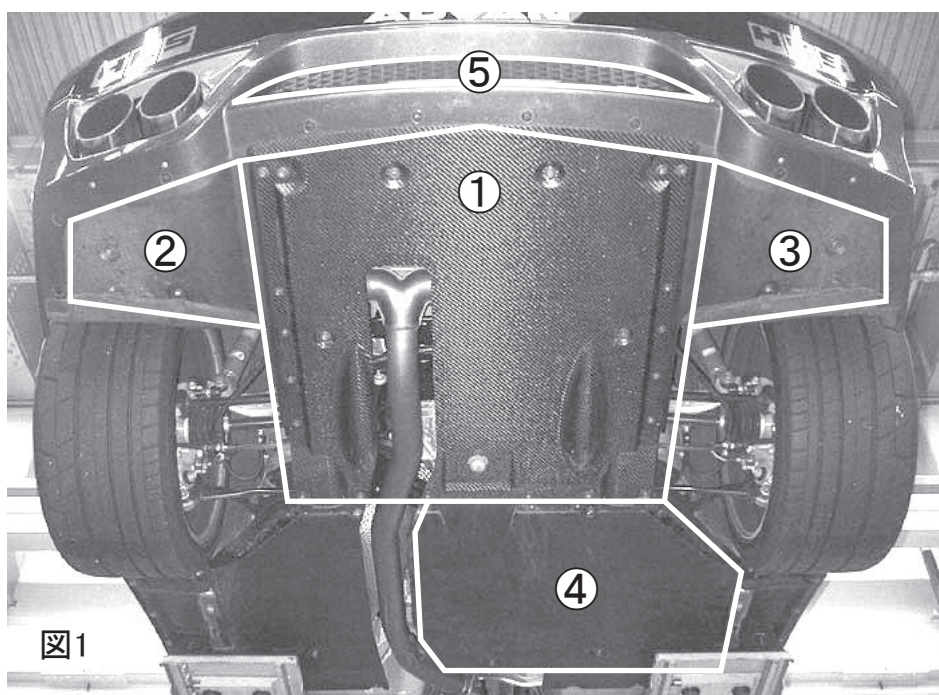

図1
(1)4ヶ所のアンダーカバーを取外してください。(図1.①~④)
●カーボン製リアアンダーカバー（図1、①）に冷却ダクトが追加されているグレード。（スペックV全車 及び '09/12～の標準グレード）は、アンダーカバー裏側にあるアルミ製エアガイドが本製品と干渉します。（*車両左側のエアガイドのみ）（図3、参照）
- 走行条件によりマフラー周囲は高温になります。熱による変形等为了避免するため、サーキット等を頻繁に走行される場合は、リヤバンパに付いている樹脂製の網状部品(図1. ⑤)を外しておくことを推奨します。